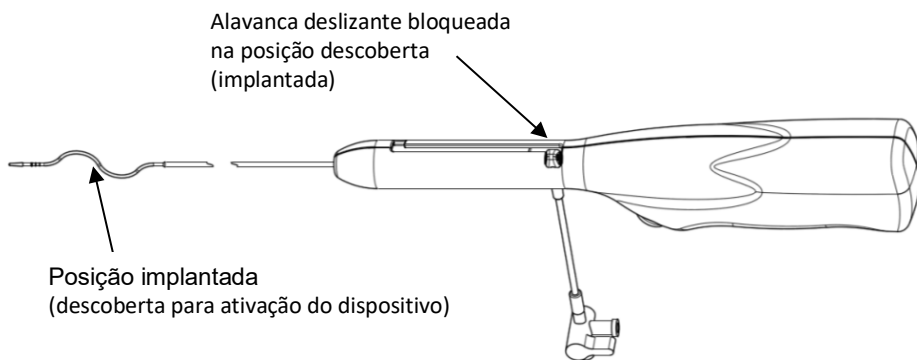

Figura 4
12. Faça avançar a ponta flexível até ao ponto mais distal do coágulo. Desbloqueie e faça recuar totalmente a alavanca deslizante para descobrir o fio sinusoidal e rode a alavanca até ouvir um "clique" (consulte a Figura 4). Confirme o posicionamento do dispositivo no interior do local de tratamento através de fluoroscopia. Acionar o interruptor ligar/desligar para ativar a rotação.
11. No caso de um enxerto, faça avançar a ponta flexível até à anastomose venosa. **Aviso: não faça avançar a ponta além da anastomose. Numa fístula, faça avançar a ponta flexível até ao ponto mais central do coágulo.** Desbloqueie e faça recuar totalmente a alavanca deslizante para descobrir o fio sinusoidal e gire a alavanca até ouvir um "clique" (consulte a Figura 4). Confirme o posicionamento do dispositivo no interior da fístula ou do enxerto através de fluoroscopia. Acione o interruptor ligar/desligar para ativar a rotação.